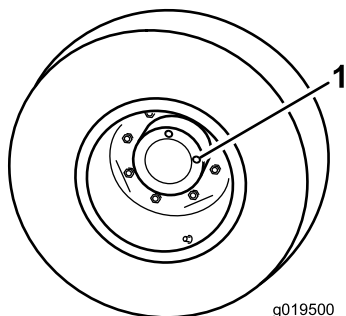

Figura 57
1. Con la macchina parcheggiata su terreno pianeggiante, posizionate la ruota in modo che un tappo di controllo si trovi a ore 12 e l'altro a ore 3 (Figura 57).
1. Tappo di controllo/spurgo (2)
2. Rimuovete il tappo a ore 3 (Figura 57).